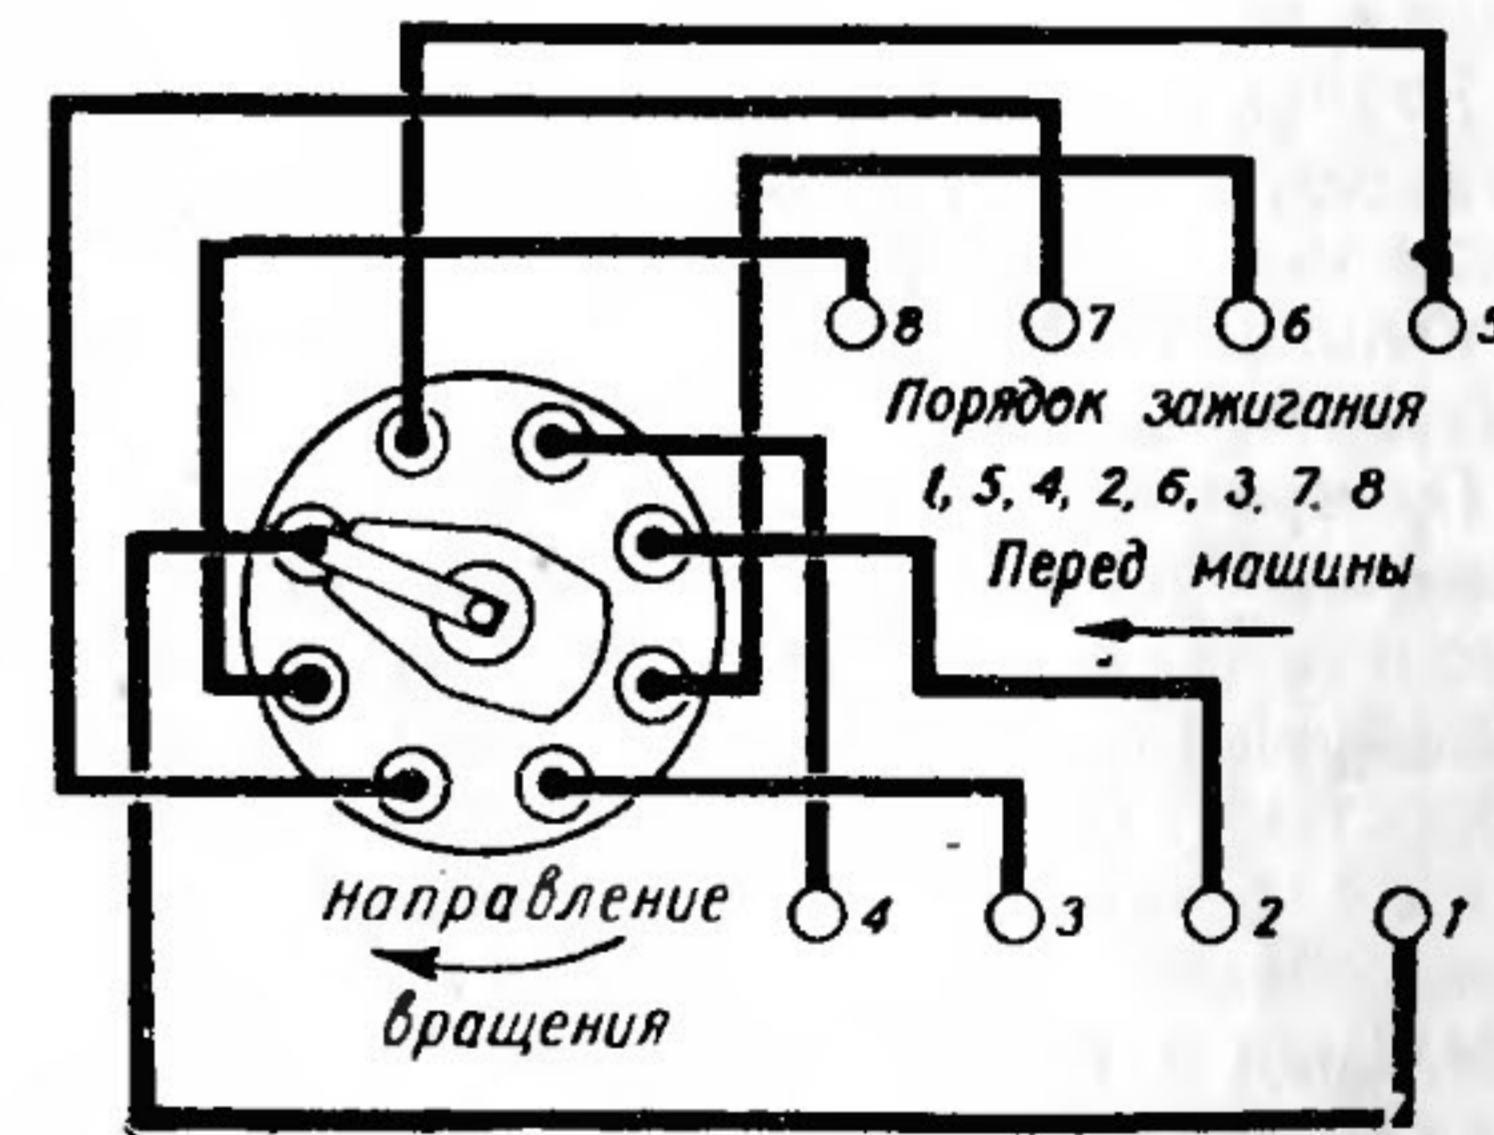

Рис. 88. Соединение проводов от распределителя к свечам
- 5 Присоедините к распределителю провода высокого и низкого напряжения от катушки зажигания, а также провода высокого напряжения от свечей в порядке 1—5—4—2—6—3—7—8, как указано на рис. 88.